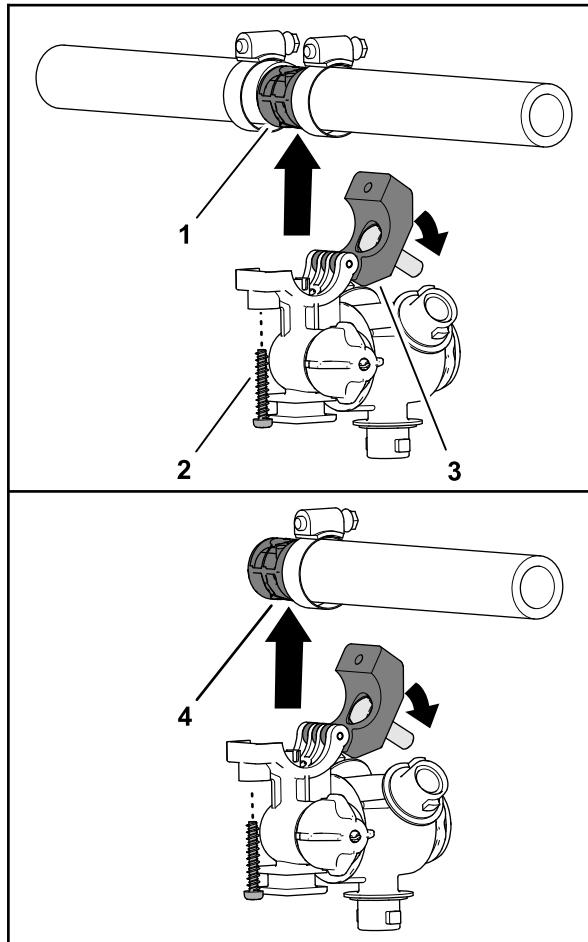

Figure 86
1. Retirez la vis qui fixe l'étrier de la tourelle de buse, puis ouvrez l'étrier (Figure 86).
2. Déposez le raccord cannelé double ou simple, ainsi que le ou les flexibles qui y sont reliés, comme montré à la Figure 86.